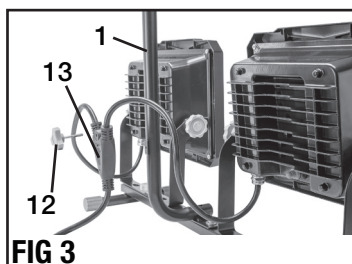

FIG 3
3. Se servir d'un bouton à vis (12) pour fixer le connecteur du câble d'alimentation (13) à la poignée de transport comme montré à la FIG. 3.